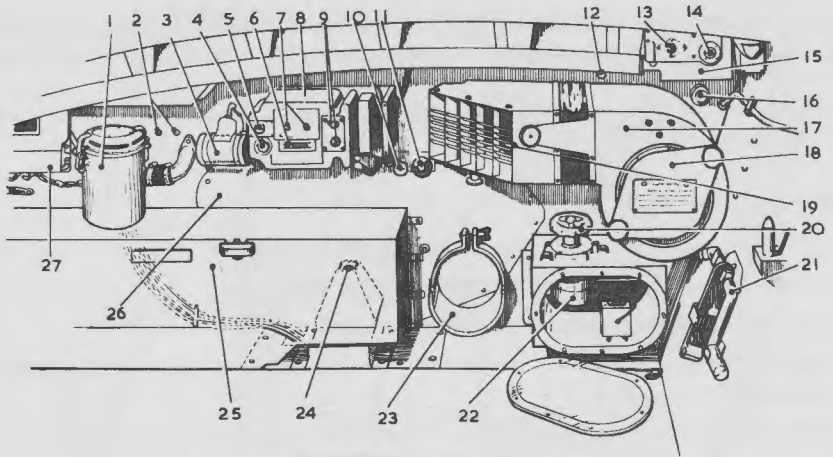
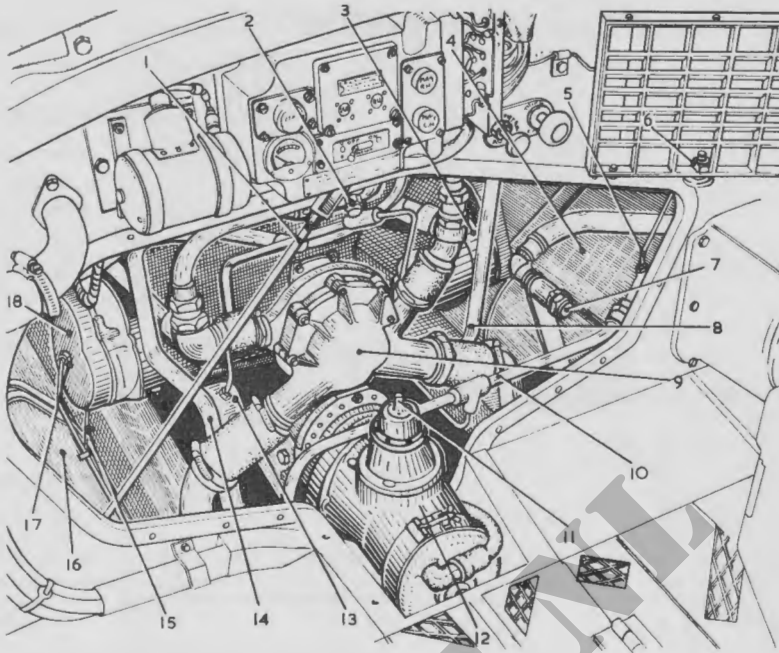

Fig. 28. Tussenschot van gevechts- en motorruimte
Fig. 29. Tussenschot met afgenomen toegangsplaat, gezien van uit de gevechtsruimte
Een draagbare schijnwerper, zie fig 28 (23), die wordt meegevoerd in de gevechtsruimte, in de daarvoor op de toegangsplaat van het tussenschot aangebrachte beugel, kan bevestigd worden op een beugel op de cupolø. In de lamp zit een afrolbare kabel, zodat deze ook als looplamp te gebruiken is. De kabel kan opgerold worden met behulp van een slinger aan het achteruiteinde van de lamp; de kabel is voorzien van een twee-polige contactstop, die past in alle contactdozen van het voertuig (par 175). In het midden van de slinger bevindt zich een schroef, waarmee het brandpunt van de lamp in te stellen is.
ruimte, een zes-polige contactdoos (fig 28 nr 14) is aangebracht. Een verklikkerlamp naast deze contactdoos gaat branden, wanneer de kookketel gebruikt wordt (fig 28 nr 13).
De startmotor van de hoofdmotor (fig 29 nr 12), is aan de voorzijde van de distributiekast gemonteerd. Deze startmotor bevat tevens het mechanisme voor het met de hand tornen van de motor (fig 29 nr 11). De startmotor is te bereiken vanuit de gevechtsruimte, nadat de toegangsplaat van het tussenschot is verwijderd (fig 28 nr 26).